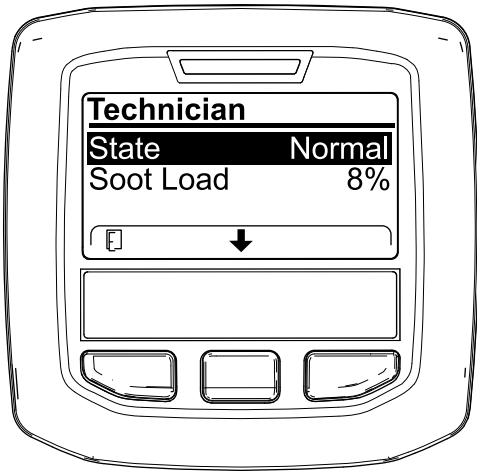

Figure 27
- Reportez-vous au tableau de fonctionnement du FAP pour comprendre l'état actuel de fonctionnement du FAP (Figure 27).